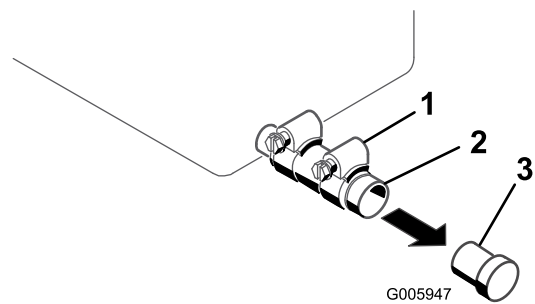

Figura 30
4. Posizionate una bacinella sotto il tubo di spurgo dell'olio (Figura 30).
5. Allentate il serratubo e togliete la spina (Figura 30).